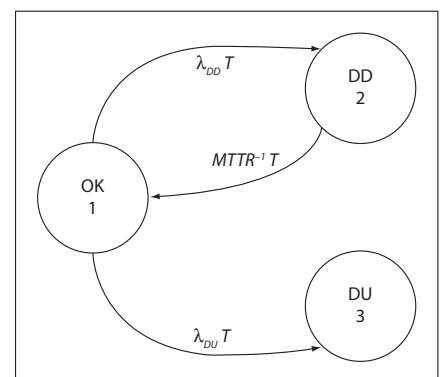

Bild 2:
Um ein Ergebnis zu erhalten, welches mit den PFD -Bandbreiten aus Kapitel 2 vergleichbar ist, sind die Konfidenzintervalle der Fehlerraten in PFD -Konfidenzintervalle umzuwandeln. Hierzu erfolgt die PFD -Berechnung für die einkanalen NAMUR-Daten mittels eines Markov-Modells mit absorbierendem Zustand, siehe Bild 2.
Um die *PFD* mittels des Markov-Modells aus Bild 2 zu bestimmen, wird zunächst der Zeitraum zwischen zwei Wiederholungsprüfungen diskretisiert. Man unterteilt also T_1 in Schritte der Länge T . Üblicherweise wird hierzu eine Schrittweite von 1h gewählt. Im Anschluss daran berechnet man über das Markov-Modell die *PFD*(kT) genau $T_1 T^{-1}$ -mal, nämlich für Werte k von 1 bis $T_1 T^{-1}$. Schließlich ergibt sich die *PFD* der Schutzeinrichtung als Durchschnitt über alle *PFD*(kT). Dieser Prozess wird mittels Gl. (7) mathematisch beschrieben.